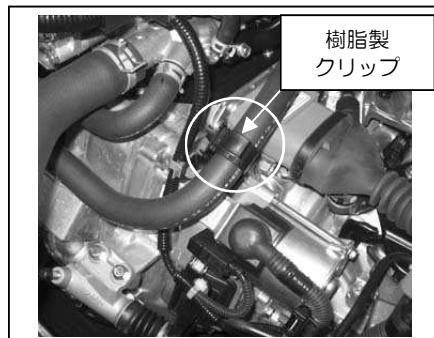
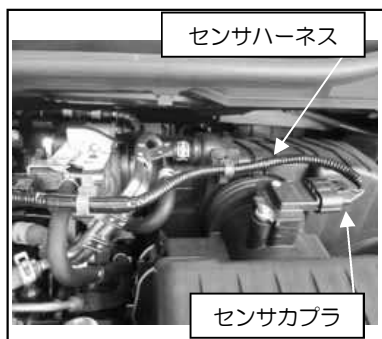

図 3
図 1
- ①バッテリーを取り外します。②エアフロセンサカプラを取り外し、センサハーネスをクリーナーBOX より切り離します。(図 1 参照) ③クリップ 4 ヶ所を取り外し、クリーナーBOX 上側を取り外します。(図 2 参照) ④スロットル部のホースバンドを緩め、ブローバイホースを抜き、ボルト 2 ヶ所を緩め、クリーナーBOX 下側を取り外します。(図 3 参照) ⑤クリーナーBOX 下にある、ウォーターラインを固定しているクリップ及びステーを取り外します。(図 4 参照)